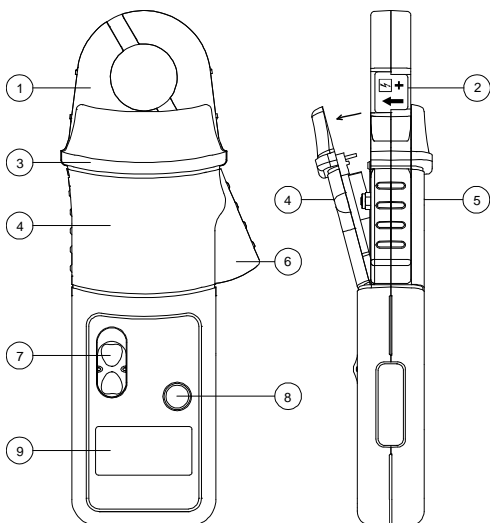

FIG 1
- No sujete nunca las tenazas más allá de la protección contra el contacto con los dedos, ver FIG. 1, a fin de evitar contacto peligroso con el conductor..
Desmonte el tornillo de la tapa del compartimiento de baterías. Levante 30° y desmonte la tapa (ver fig 1). Inserte las nuevas baterías y monte y fije la tapa con el tornillo previsto.